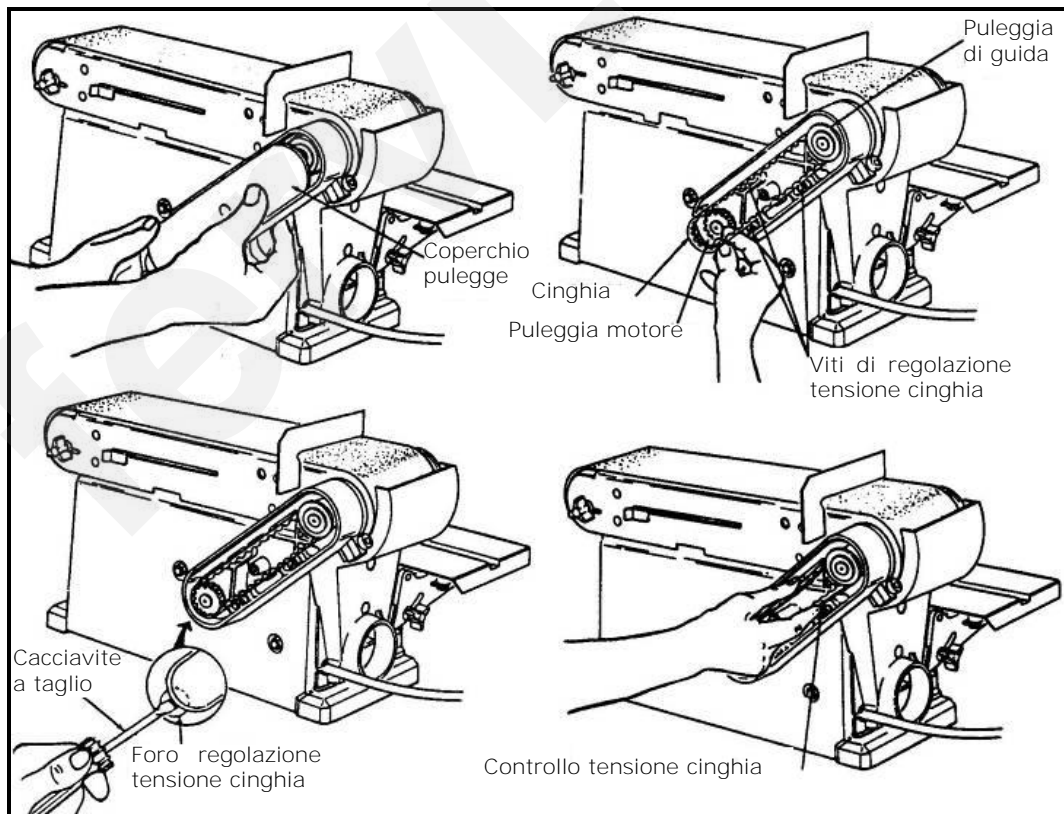

Figura 24 – Controllo e sostituzione cinghia di trasmissione.
- Montare la tavola di lavoro sul nastro in verticale, inserendo il perno (D) e la leva (E) nei fori ausiliari presenti sul fianco del telaio porta-nastro, come mostrato in figura 24.